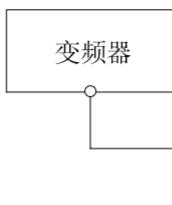

图 3-15 共用接地极示意图 (a)
(3) 共用接地极（不推荐使用），如图 3-15 和 3-16 所示。